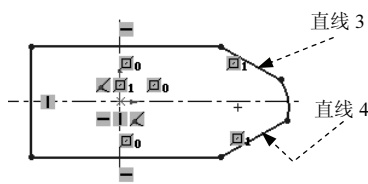

图 2.12.8 添加“对称”约束（二）
Step 4 添加图 2.12.8 所示的“对称”约束。按住 Ctrl 键，选取图 2.12.8 所示的直线 3、直线 4 和中心线，系统弹出“属性”对话框，在 **添加几何关系** 区域单击 **对称(S)** 按钮。